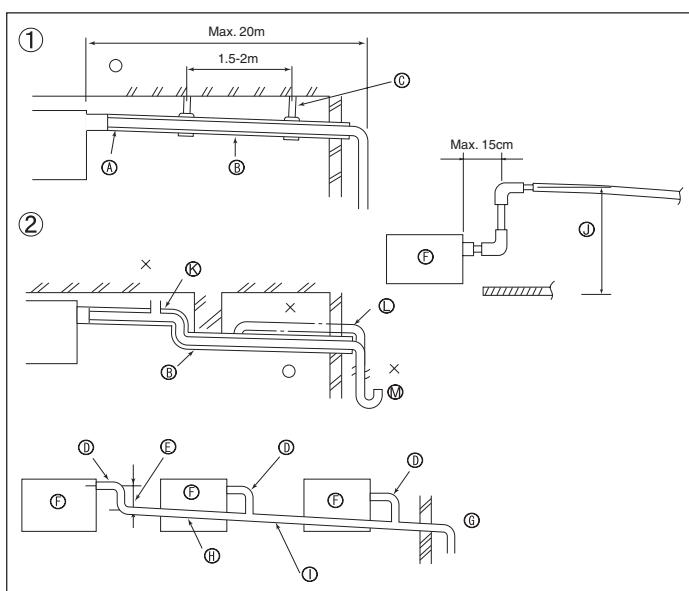

Fig. 5-1
5.1. Trabalho de tubagem de drenagem (Fig. 5-1)
① Tubagem correcta	④ Suporte de metal
② Tubagem errada	⑤ Respiradouro
③ Isolação (9 mm ou mais)	⑥ Levantado
⑦ Inclinação descendente (1/100 ou mais)	⑧ Sifão de odor